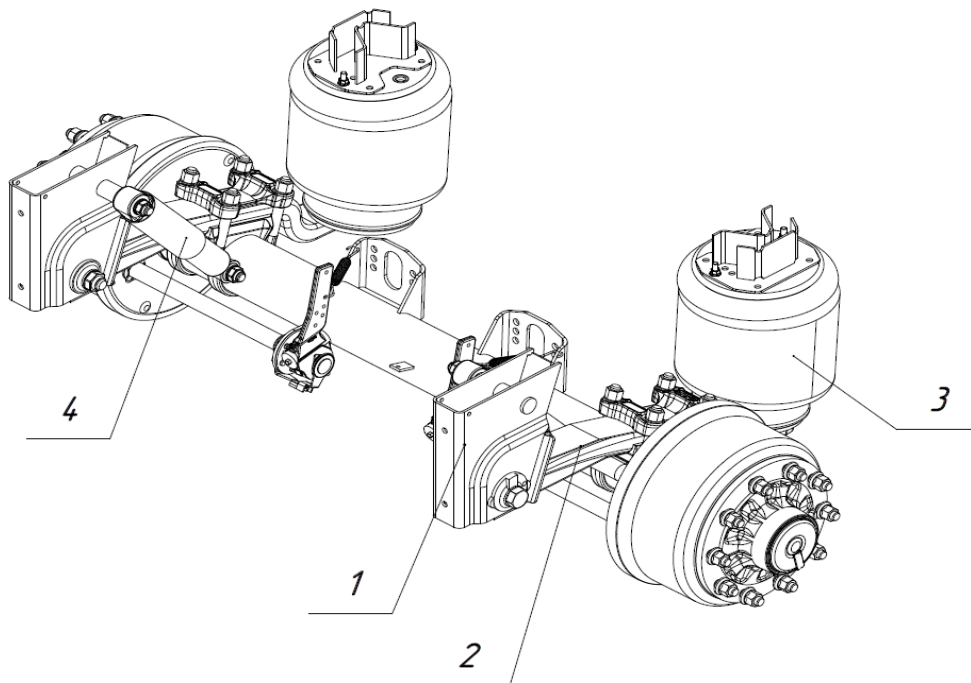

Рис. 1.5 - Осевой агрегат на пневмоподвеске
Пневматическая подвеска (рис. 1.5) состоит из кронштейнов подвески (1), рессор (2), амортизаторов (4), пневмобаллонов (3) и пневмосистемы, состоящей из накопительных ресиверов, клапанов, датчиков уровня и трубопроводов подачи воздуха к пневмобаллонам.